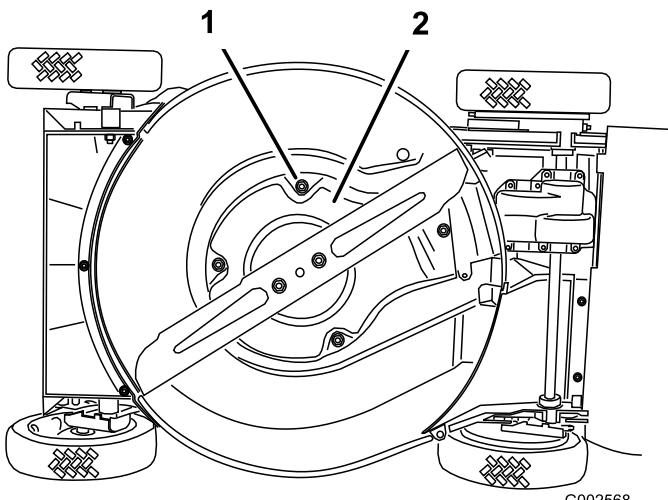

Figura 35
6. Retire los 4 tornillos que sujetan el protector (Figura 35).